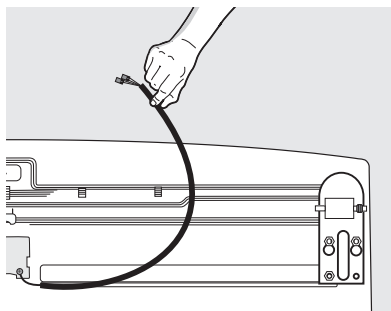

Figura 3
7. Deslice el cable gris y los conectores para sacarlos del canal de plástico ubicado del lado inferior derecho del armario (vea la figura 3).